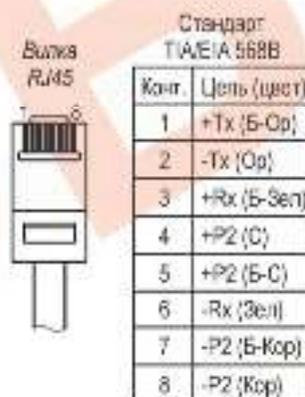

Рис.2 Обжимка вилки RJ45 на кабель кат.5е
6. Ввести через гермосвод, внешний кабель UTP кат.5е и подключить его к разъёму X1 платы сплиттера (рис.3). Схема обжимки вилки RJ45 на кабель кат.5е показана на рис. 2.